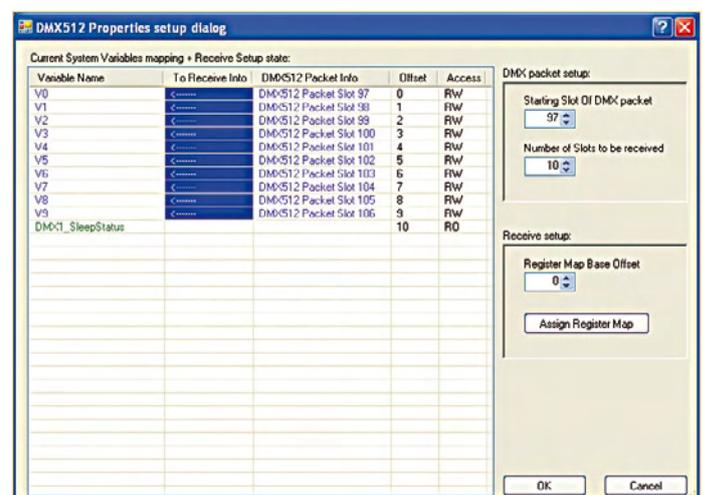

Bild 4. Der PSoC-Designer bringt schon einen fertigen DMX-Empfängerbaustein mit; die Kanalbytes lassen sich in Variablen speichern.
- Einen Receiver auf die Arbeitsfläche ziehen. Blockbezeichnung definieren (DMX1). Blockeigenschaften festlegen (Starting slot: 97 / Number of slots: 10), siehe hierzu **Bild 4**.
- Einen Block vom Typ „InternalPullDown“ auf die Arbeitsfläche ziehen. Blockbezeichnung definieren (ADR). Anzahl der Bits festlegen (4).